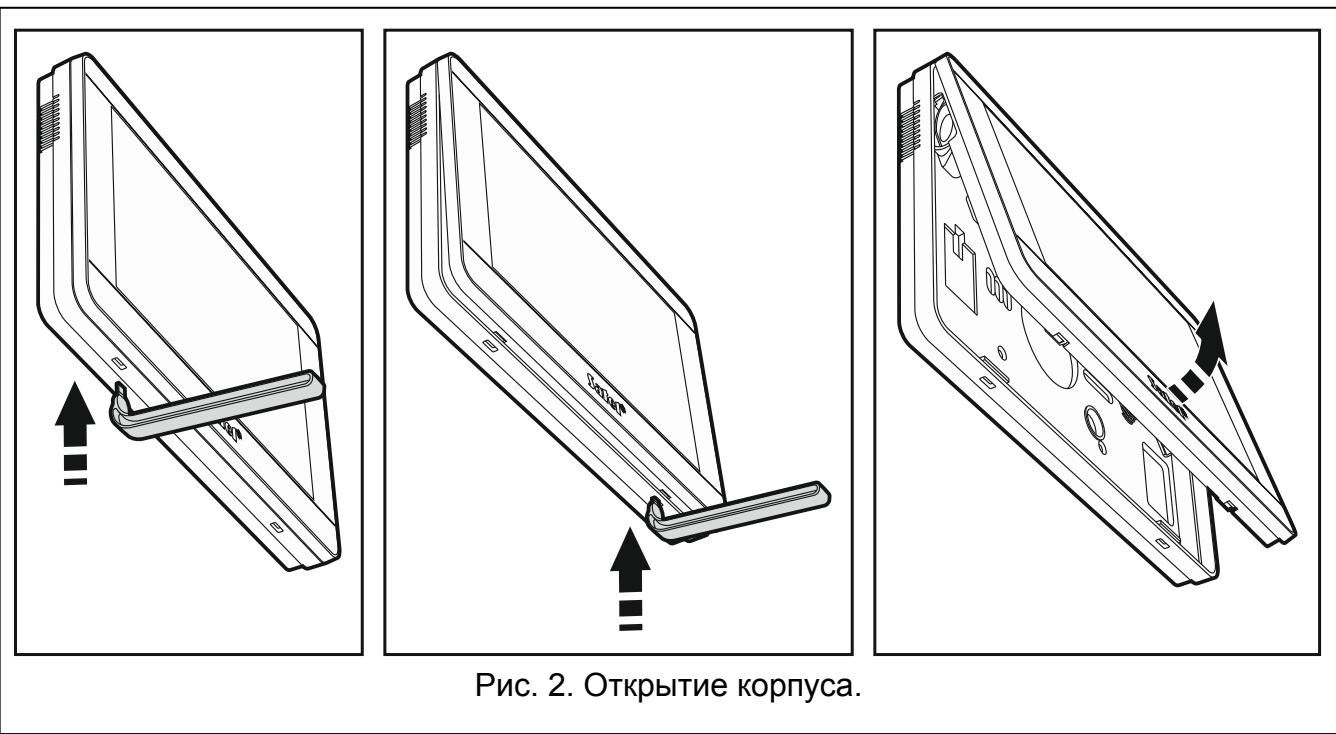

Рис. 2. Открытие корпуса.
- Откройте корпус клавиатуры (см.: рис. 2).
1. Откройте корпус клавиатуры (см.: рис. 2). Представленный на рисунке инструмент, предназначенный для открытия корпуса, поставляется с устройством.